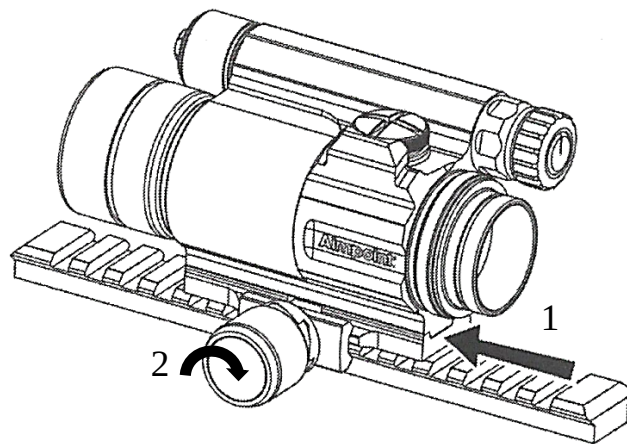

Рисунок 46. Прибирання люфту.
- Зі встановленим стопором віддачі в пазу планки Пікатінні, натисніть на приціл в напрямку вперед (до дула) до упору щоб вибрати зазор (рис. 46) і затягніть ручку з обмежувачем крутного моменту (12) за годинниковою стрілкою, доки муфта не клацне двічі.